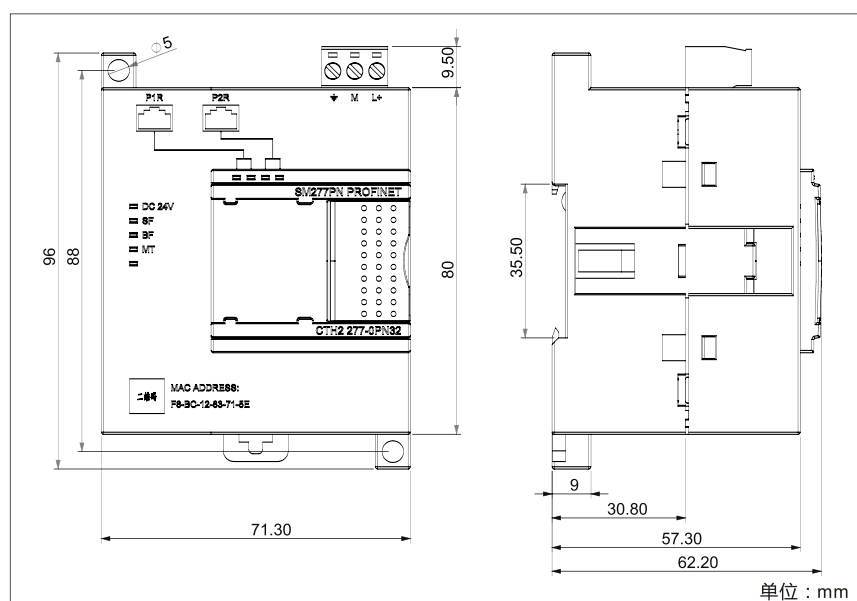

图 2-1 安装尺寸图
277-PN 模块有安装孔，可以很方便地安装在背板上，模块安装尺寸见图 2-1：
- 1) 按照图 2-1 的尺寸要求定位打孔；